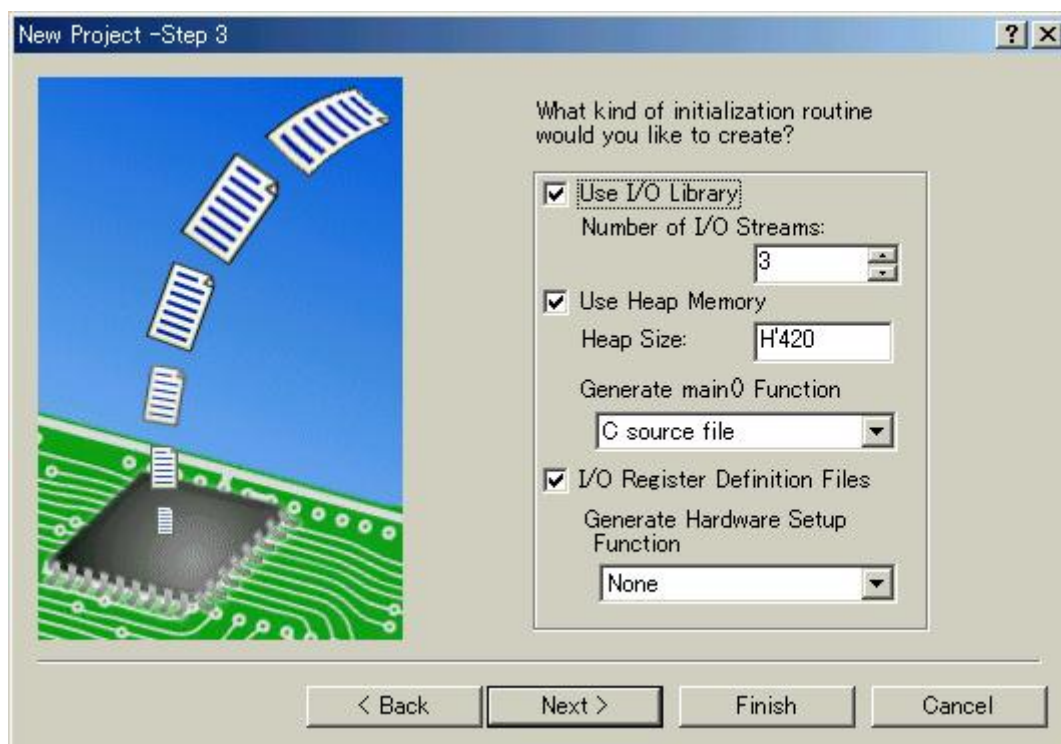

図 2.4 生成ファイル設定画面 ( Step3 )
Step2画面で [ Next > ] をクリックすると、図 2.4に示す画面を表示します。この画面で、生成するファイルを決めます。